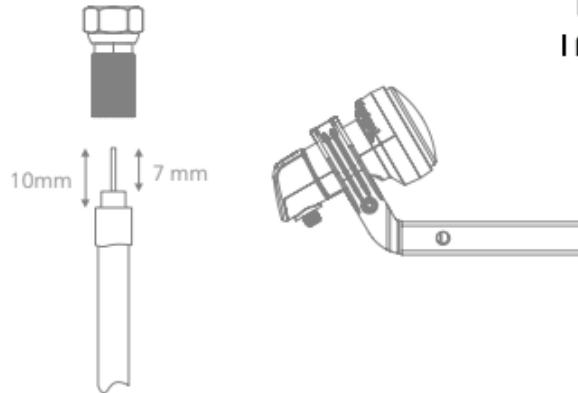

Fig. 4
2. Usuń izolację z kabla i nakręć wtyk typu F\* na koniec kabla (Rys.4).